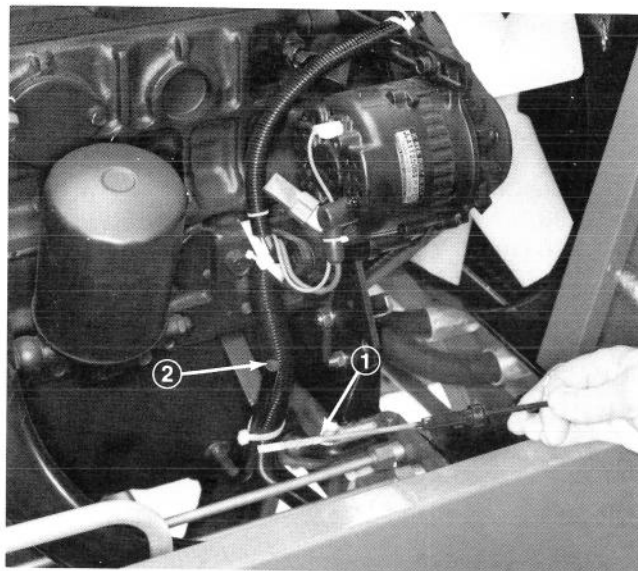

Figure 3
3. Retirer la jauge du réservoir, l'essuyer sur un chiffon propre, la remettre dans le tube de remplissage et la sortir à nouveau; le niveau d'huile devrait atteindre la marque du plein (FULL) (Fig. 3).